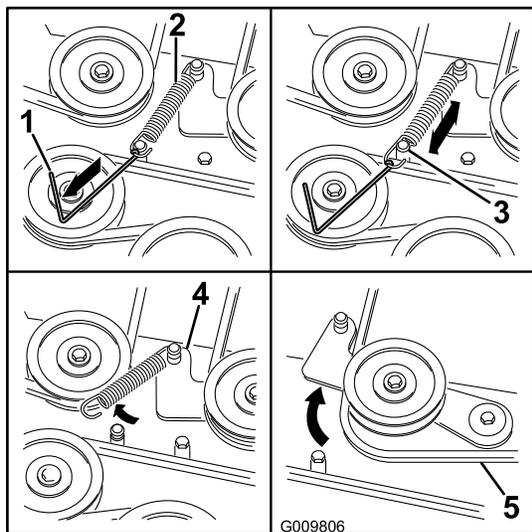

Figura 74
- Usando una herramienta para la retirada de muelles (Pieza Toro N° 92-5771), retire el muelle tensor del espárrago de la carcasa para eliminar la tensión de la polea tensora (Figura 74).
- Pase la correa nueva alrededor de las poleas del cortacésped y de la polea del embrague, debajo del motor (Figura 74).
- Usando una herramienta para la retirada de muelles (Pieza Toro N° 92-5771), instale el muelle tensor sobre el espárrago de la carcasa y tense la polea tensora y la correa (Figura 74).